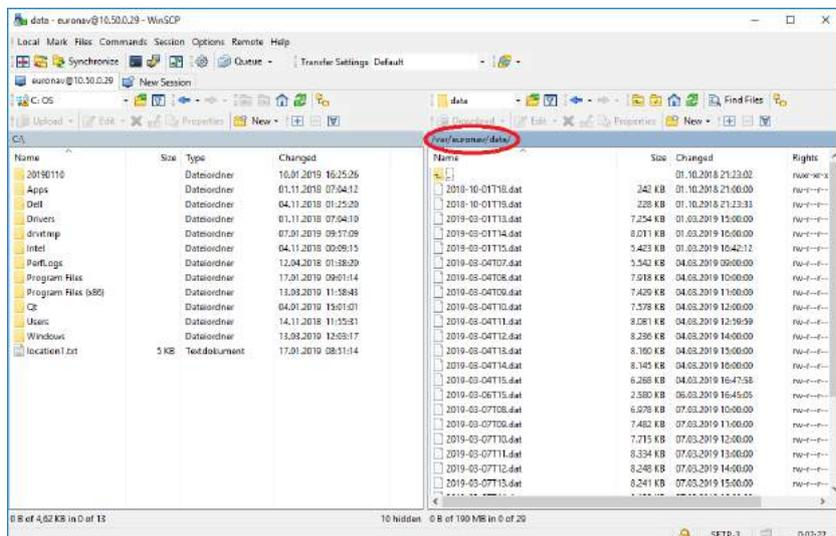

Abbildung 18: WinSCP Daten-Verzeichnis
- Navigieren Sie in WinSCP zum „/var/euronav/data“-Verzeichnis des A10-RTK (vgl. Abb. 18).